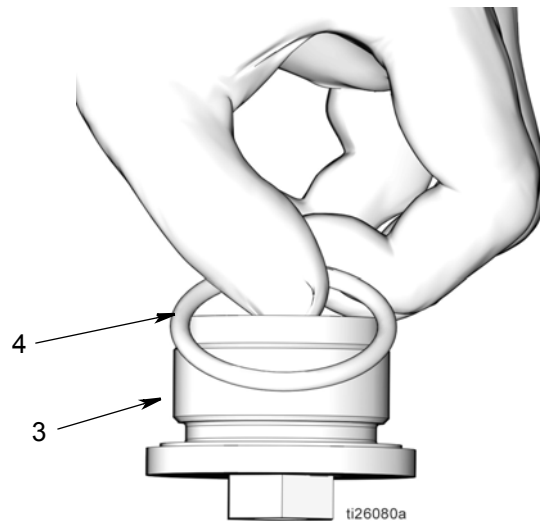

FIG. 54
- d. Aplique una capa fina de grasa en la junta tórica (4). Monte la junta tórica en la tuerca de tope del pistón (3) (FIG. 54).